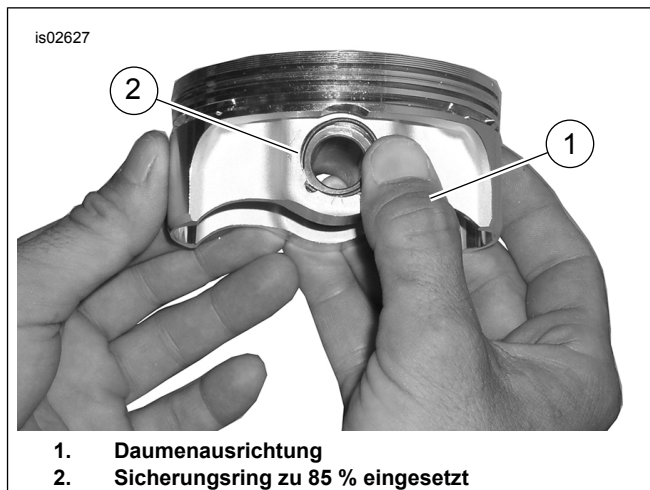

Abbildung 4. Sicherungsring anbringen
2. Siehe Abbildung 4. Den Daumen (1) wie dargestellt platzieren. Fest andrücken, bis ca. 85 % des Sicherungsring (2) in der Nut sitzen.